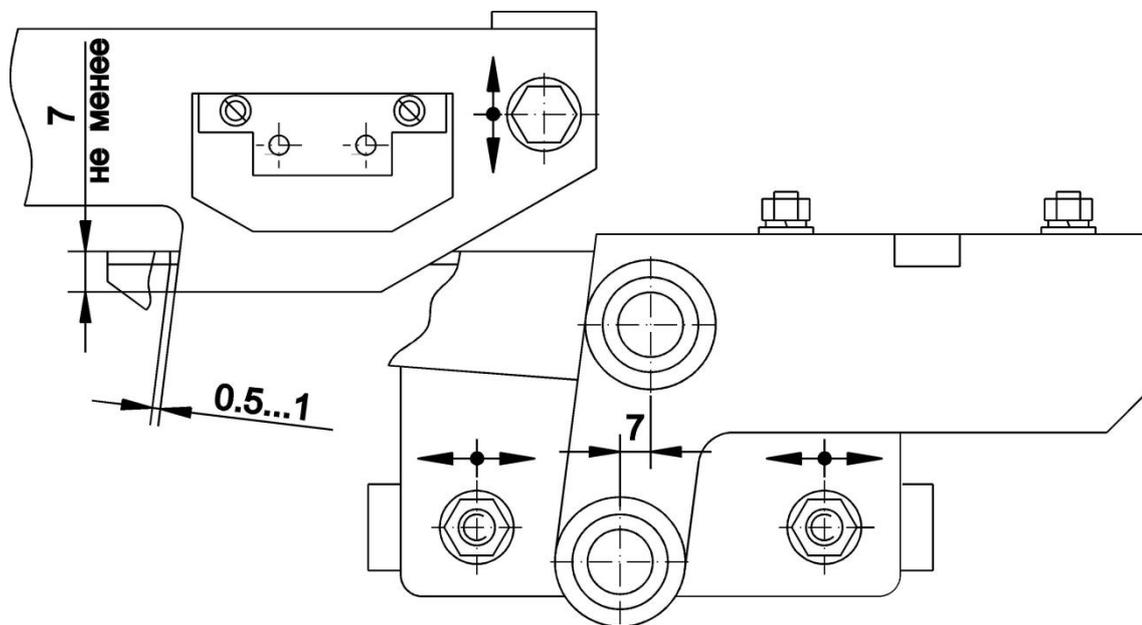

Рисунок 3.6 – Регулировка замка
- зазор регулируется перемещением пластины блока контроля. Для этого необходимо ослабить болты крепежа и движением вверх/вниз выставить зазор между защёлкой и нижним торцом зуба пластины размер на менее 7 мм (рекомендуемый размер от 7 до 9 мм). Зажать болты (рисунок 3.6);
- установить минимальный зазор между защёлкой и вертикальной стороной зуба пластины (рекомендуемый зазор от 0,5 до 1 мм). Для регулировки ослабить болты крепежа замка на каретке и перемещать замок влево/вправо. Положение зафиксировать загибом фиксирующей пластины (рисунок 3.6);